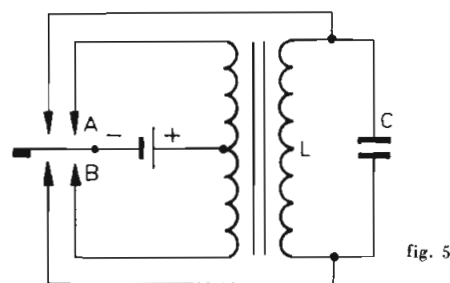
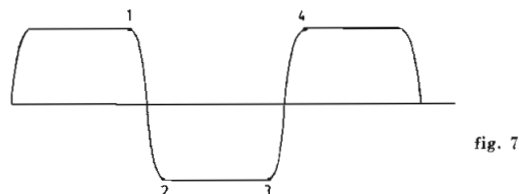

fig. 5
fig. 7
Om deze vonkvorming en daardoor inbranden van de contacten te voorkomen, dient de verandering van het magnetische veld en dus ook van de spanning, bij het onderbreken van de contacten vloeiend te verlopen. Daartoe heeft men over de secundaire winding van de transformator een condensator (C) aangebracht, die met deze winding (L) een slingerkring vormt (zie fig. 5).
Hierdoor krijgt de spanning over de transformatorwinding het verloop volgens fig. 7, waarbij zij opgemerkt,
Geeft men daarentegen C een te grote waarde, dan zal de frequentie van de trilling lager worden en zal de omschakeltijd van de contacten kleiner zijn dan $\frac{1}{4}$ van de trillingsperiode. De spanning over de secundaire wikkeling zal dan verlopen zoals aangegeven in fig. 9. Ook in deze figuur is het verloop tussen de punten 1 en 2 sinusvormig. Aangezien de waarde L van de transformatorwikkeling (zie fig. 5) en C van de condensator (persblokcondensator) aan toleranties onderhevig zijn, is het verloop van de spanning over de secundaire van de transformator zoals fig. 7 dit toont, in de praktijk moeilijk te verwezenlijken. Voor de praktijk is echter de spanningsvorm uit fig. 9 voldoende. Uit deze figuur
De beelden van fig. 7, 8 en 9 kunnen met een normale oscillograaf, aangesloten op de primaire klemmen van de